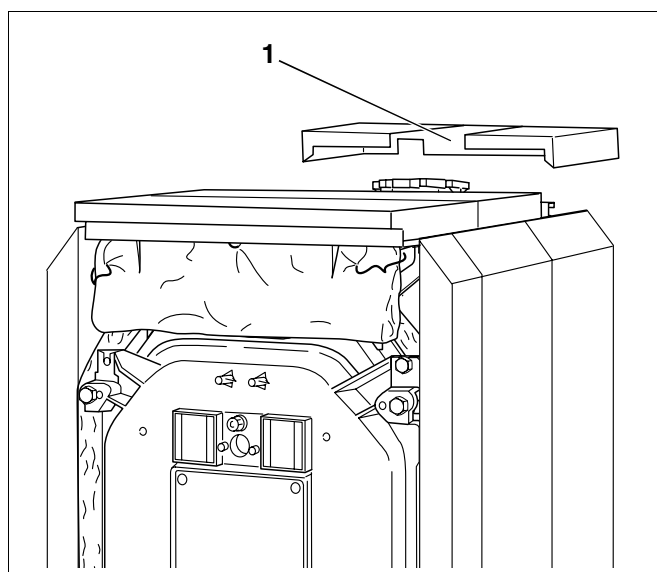

Рис. 54 Установка задней крышки
- Заднюю крышку котла с отбортовками и вырезом для подающей линии (рис. 54, **поз. 1**), направленным вперед, установить на боковых стенках.